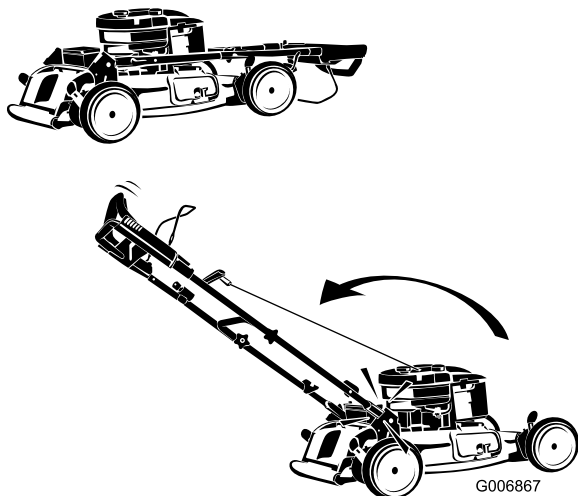

Figura 6
3. Gire el manillar hacia atrás (según se ilustra) hasta que encaje en su lugar con un 'clik' (Figura 6).